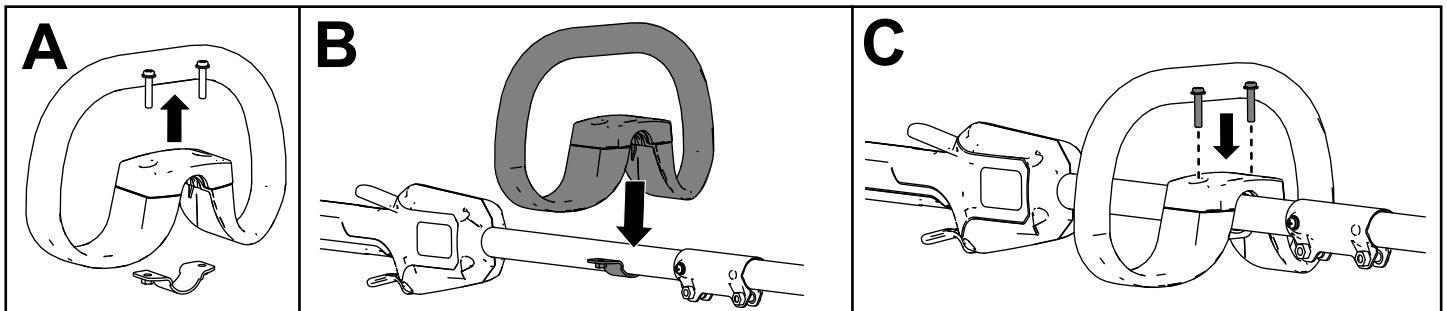

Figure 4
1. Avec un tournevis Phillips, séparez la poignée auxiliaire du support en retirant les 2 vis (A de la Figure 4).
2. Placez la poignée auxiliaire au-dessus de son support sur le manche de la débroussailleuse (B de la Figure 4).
3. Fixez la poignée auxiliaire à son support à l'aide des 2 vis retirées précédemment (D de la Figure 4).
3. Fixez le déflecteur sur la base de la débroussailleuse à l'aide des 2 vis, des 2 rondelles et des 2 entretoises retirées précédemment (C de la Figure 4).